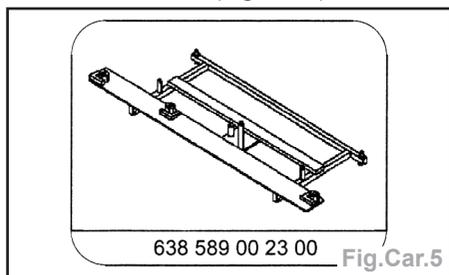

Fig.Car.5
- outil nécessaire (Fig.Car.5),